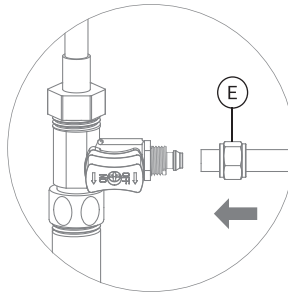
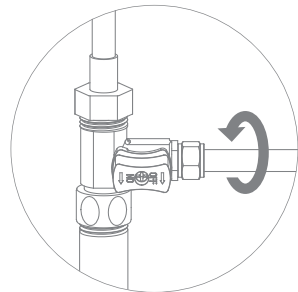

Рис. 6
Рис. 7
2. В гайку (Е) проденьте зеленую трубку (рис. 6). Конец трубки наденьте на штуцер адаптера-вентилля до упора и плотно накрутите гайку (рис. 7).